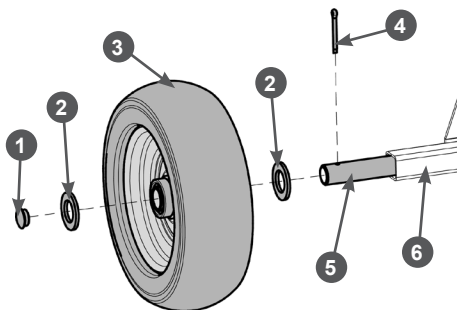

Рис. 5. Схема установка колеса
- вставьте колесную ось 5 в квадратную трубу 6 основания (Рис. 5);
- установите плоские шайбы 2 диаметром 20 мм на каждую сторону оси (Рис. 5);
- установите колеса 3 на каждую сторону оси (Рис. 5). После установки вентили камер должны быть расположены с внешних сторон измельчителя (Рис. 5).
- установите повторно плоские шайбы 2 диаметром 20 мм на каждую сторону оси (Рис. 5);
- закрепите конструкцию шплинтами 4, вставив их в небольшие отверстия на каждой стороне оси 5. После этого, разогните концы шплинтов (Рис. 5);
- установите заглушки 1 на каждую сторону оси (Рис. 5).